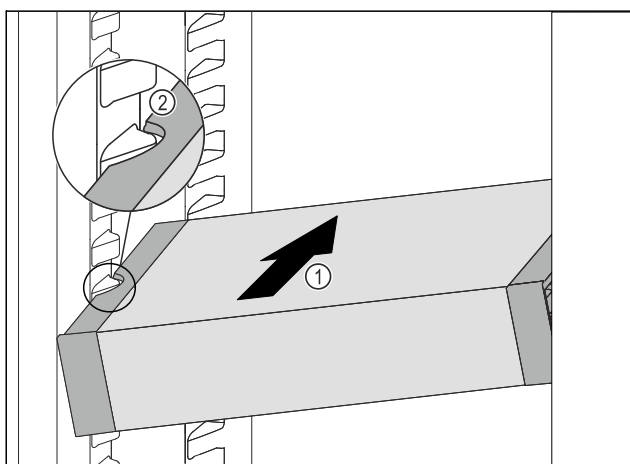

Fig. 104
- ▶ Вкарайте VarioSafe под ъгъл в хладилната част Fig. 104 (1), докато страничните прорези Fig. 104 (2) на VarioSafe се намират на височината на реброто на съда в хладилната част.